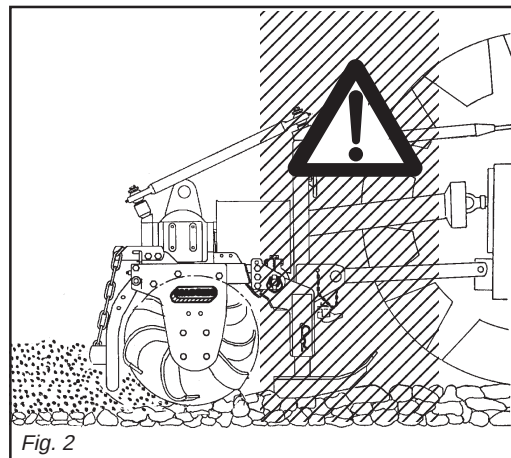

Fig. 2
- 28)** È assolutamente vietato interporre fra il trattore e l'attacco per manovrare il comando dall'esterno per il sollevamento (Fig. 2).
- 28)** It is absolutely forbidden to stand between the tractor and the implement when manoeuvring the lift control from the outside (Fig. 2).
- 28)** Es ist absolut verboten, zwischen den Schlepper und den Anschluß zu treten, um die Aushebung von außen zu betätigen (Abb. 2).
- 28)** Il est absolument interdit de se mettre entre le tracteur et l'attelage pour manoeuvrer la commande de relevage de l'extérieur (Fig. 2).
- 28)** Está absolutamente prohibido colocarse entre el tractor y el enganche para maniobrar el mando desde el externo en la fase de elevación (Fig. 2).